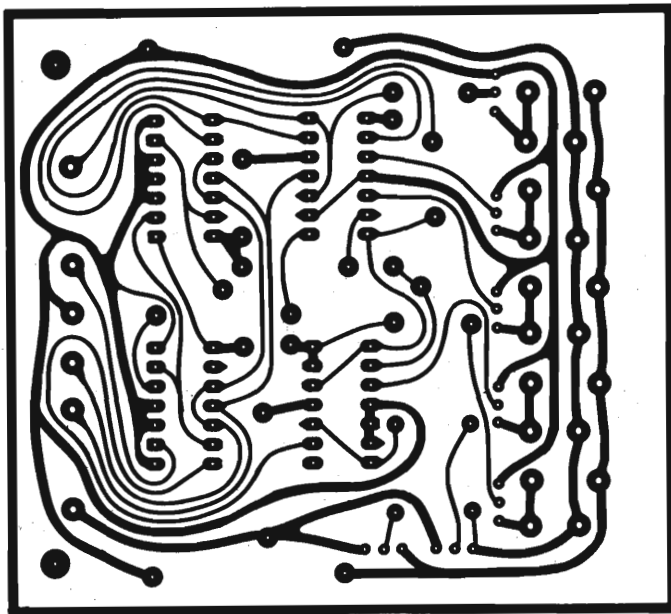

Fig. 2 - A causa della complessità dei collegamenti, è quasi indispensabile impiegare un circuito stampato come quello qui rappresentato in grandezza naturale.
**Costruzione** - Nella *fig. 2* è riportato il disegno del circuito stampato in grandezza naturale, mentre nella *fig. 3* è illustra-